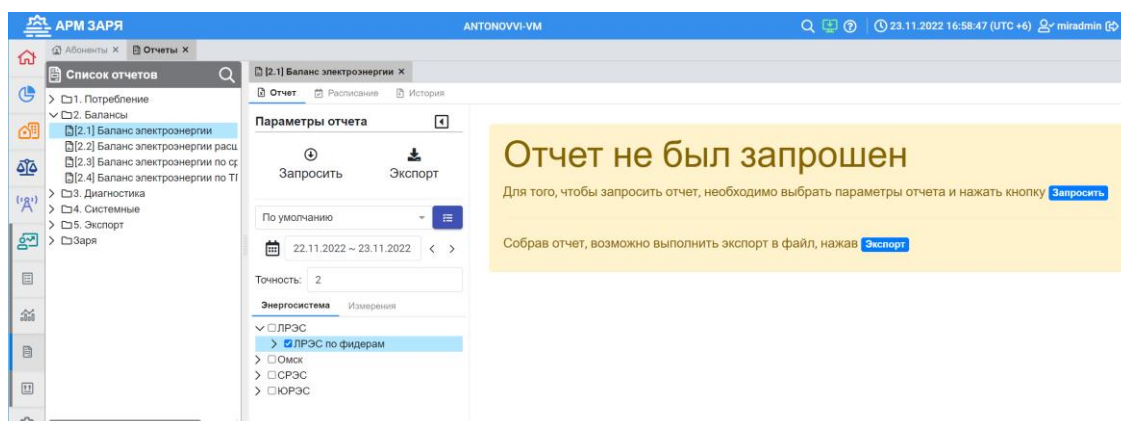

Рисунок 75
- установить настройки (период запроса, десятичную точность данных) и выбрать объекты на вкладке *Энергосистема* (рисунок 75);